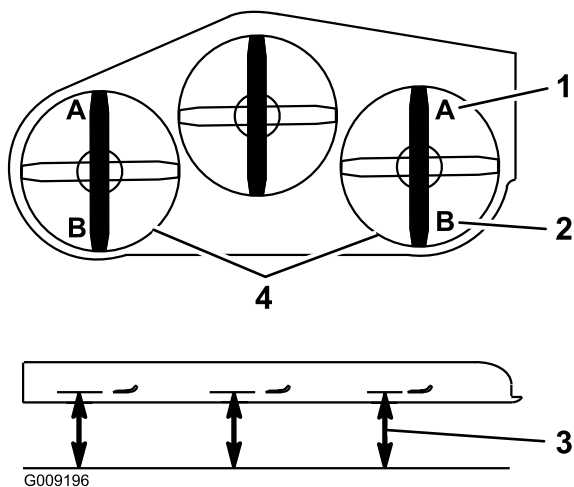

Figura 88
9. En ambos lados de la carcasa, mida desde la superficie nivelada hasta la punta delantera de la cuchilla (Posición A). La medida debe ser de 7.6 cm (3 pulg.) (Figura 88).
15. En ambos lados de la carcasa, mida desde la superficie nivelada hasta la punta trasera de la cuchilla (Posición B). La medida debe ser de 8.3 cm (3-1/4 pulg.) (Figura 88).